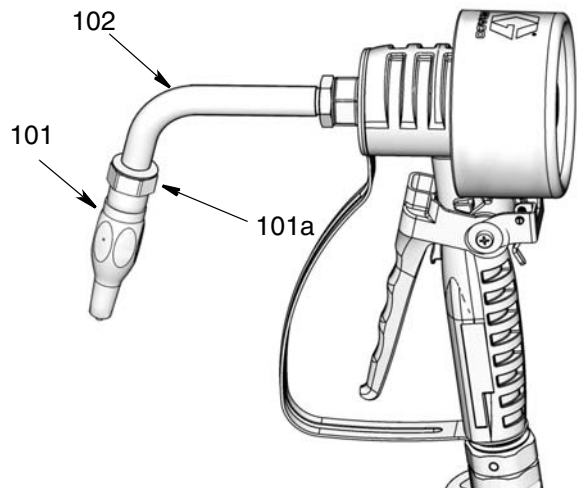

FIG. 7
5. Installare l'ugello (101):
**NOTA:** non utilizzare nastro PTFE o sigillante per filettature sulle filettature dell'ugello (101). Ciò potrebbe causare fughe dal raccordo.
- a. Filettare l'ugello (101) sulla prolunga (102) come illustrato alla FIG. 7.
- b. Servirsi di una chiave fissa regolabile sulla boccola dell'ugello (101a) (FIG. 7) per serrare il raccordo.